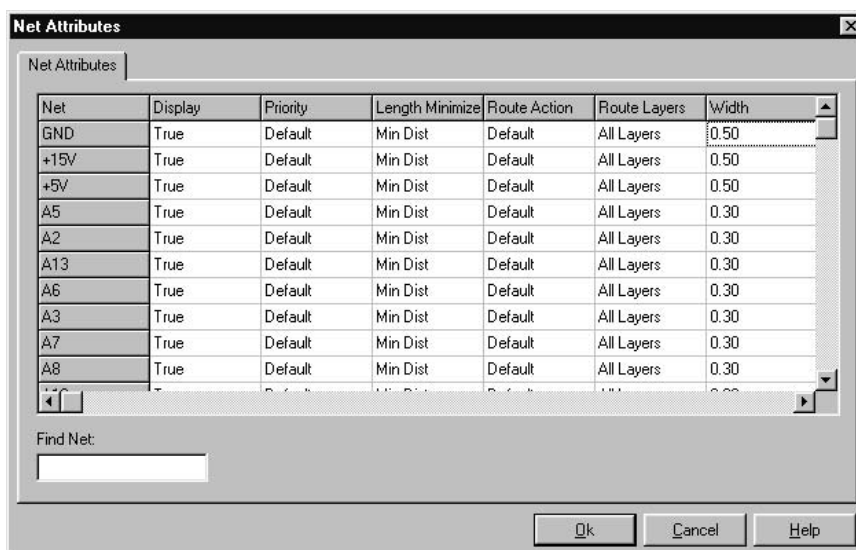

Рис.8.2.6
- По командам **Edit/Net Attributes** открывается диалоговое окно задания атрибутов цепям проекта (рис.8.2.6), в котором:
Атрибуты установить в соответствии с рис.8.2.6.